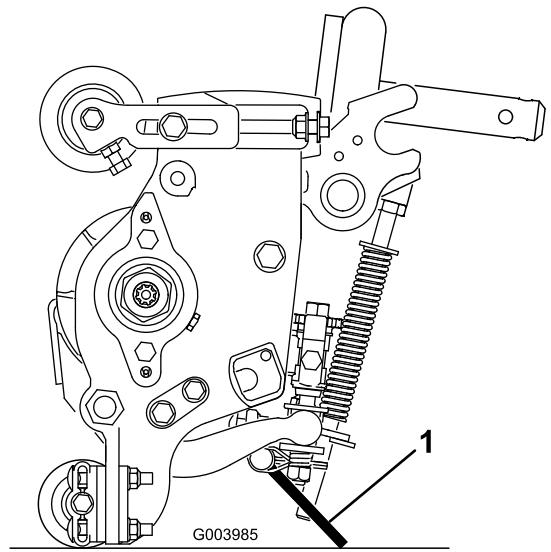

**Figure 15**
Le ressort de compensation transfère aussi le poids du rouleau avant au rouleau arrière (Figure 15). Cela évite la formation d'ondulations à la surface de la pelouse.
1. Vérifiez que la goupille fendue est insérée dans le trou de la tige de ressort (Figure 15).
2. Serrez les écrous hexagonaux sur l'extrémité avant de la tige de ressort jusqu'à ce que la longueur du ressort comprimé soit égale à 12,7 cm sur les plateaux de coupe de 12,7 cm ou à 15,9 cm sur les plateaux de coupe de 17,5 cm (Figure 15).